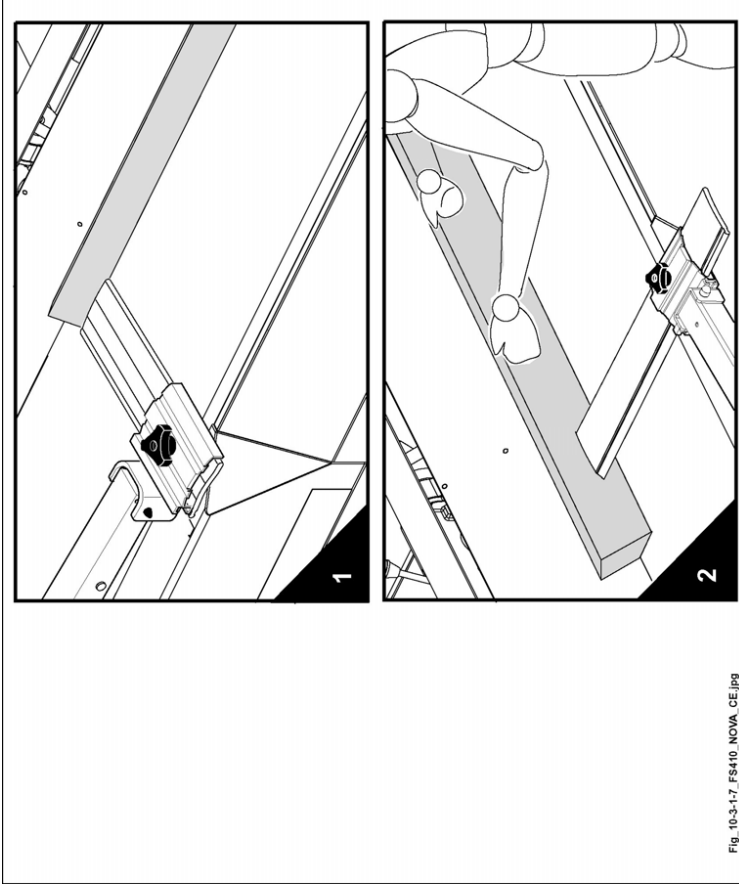

Abb. 10.3-1-7
- Das Werkstück entlang dem Fügeanschlag und dem Ausgabebisch nach vorn bewegen: zu diesem Zweck die Hand mit geballter Faust halten und Werkstück mit der rechten geballten Hand vorschieben (2 Abb. 10.3-1-7).